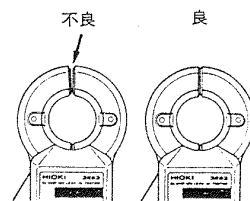

図11
- 上記したようにコアの突合せ部は特性を左右する重要な部分です。したがって、コアの突合せ状態の良否の判定は、コアが閉じた状態で突合せ部にギャップが生じているかどうかで判断できます。実際には明るい方向にむいてコアの突合せ部を透かして見るとギャップの状態が容易に判定できます。(図11)